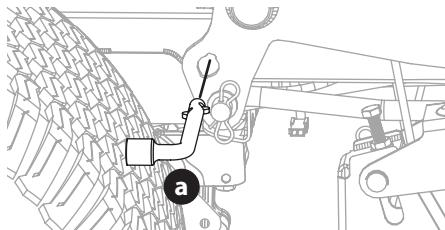

Figure 39
- La pédale de relevage et le bouton de réglage doivent être utilisés pour placer le plateau à la position la plus basse. L'outil multifonction est utilisé pour verrouiller le système de relevage (Figure 39).